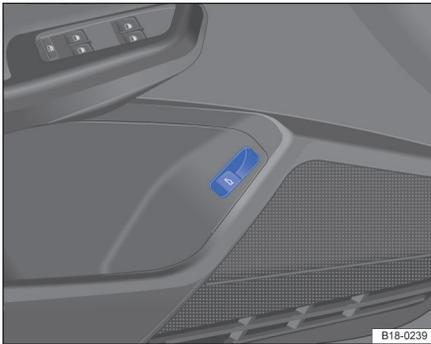

图 49 部分车型行李厢盖解锁按钮
按住按钮  ⇒ 图 49，行李厢盖解锁。
- 按住按钮  ⇒ 图 49，行李厢盖解锁。